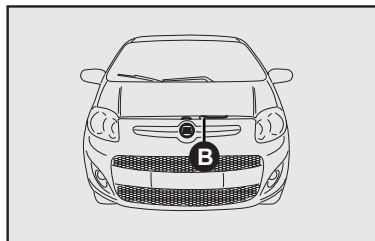

fig. 99
- 2) Mueva hacia arriba la traba **B-fig. 99**;